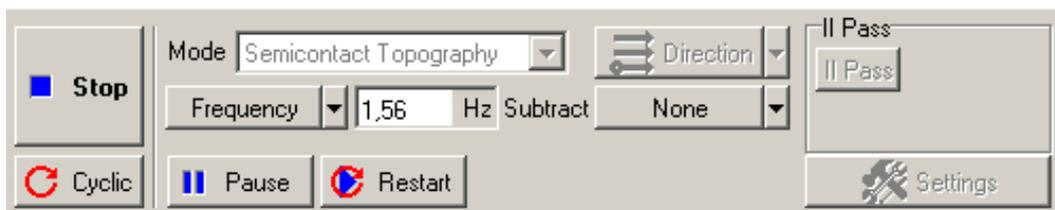

Рис. 7-29
- на панели управления вкладки **Scan** некоторые кнопки исчезнут, и появится ряд новых кнопок: **Pause**, **Restart**, **Stop** (Рис. 7-29).
Наклон можно вычесть непосредственно в процессе сканирования, используя кнопку **Subtract**. По умолчанию она находится в состоянии **None** (Рис. 7-29).